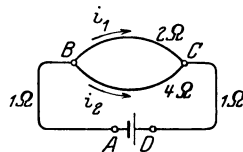

Abb. 14. Schaltung zu Aufgabe 73.
**73.** Ein Element, dessen EMK 1,8 [1,43] V und dessen innerer Widerstand  $\frac{1}{6}$  [0,5]  $\Omega$  beträgt, wird, wie Abb. 14 zeigt, durch zwei Drähte  $AB$  und  $DC$  von je 1 [0,8]  $\Omega$  Widerstand und den beiden zwischen  $B$  und  $C$  liegenden Drähten von 2 [1,5]  $\Omega$  und 4 [3,5]  $\Omega$  Widerstand geschlossen. Gesucht wird: